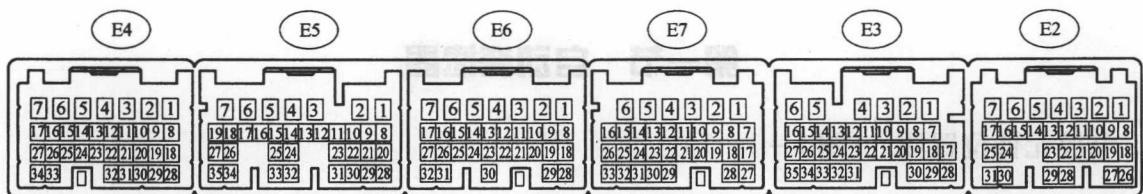

图 1-1-2 ECM 端子图
1. ECM 端子图 (图 1-1-2) 和 ECM 端子检测表 (表 1-1-1)